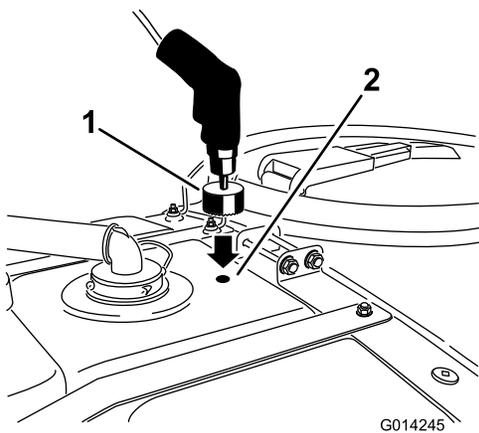

Figura 12
- Utilizzate una sega a tazza da 4,5 cm per praticare un foro in corrispondenza del segno di foratura (Figura 12).